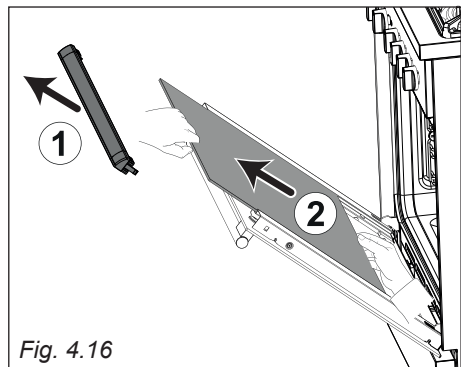

Fig. 4.16
- Premere sulle due alette per sganciare il profilo superiore (frecche di fig. 4.15), quindi rimuoverlo delicatamente (freccia 1 di fig. 4.16).
- Sfilare delicatamente il vetro interno (freccia 2 di fig. 4.16).